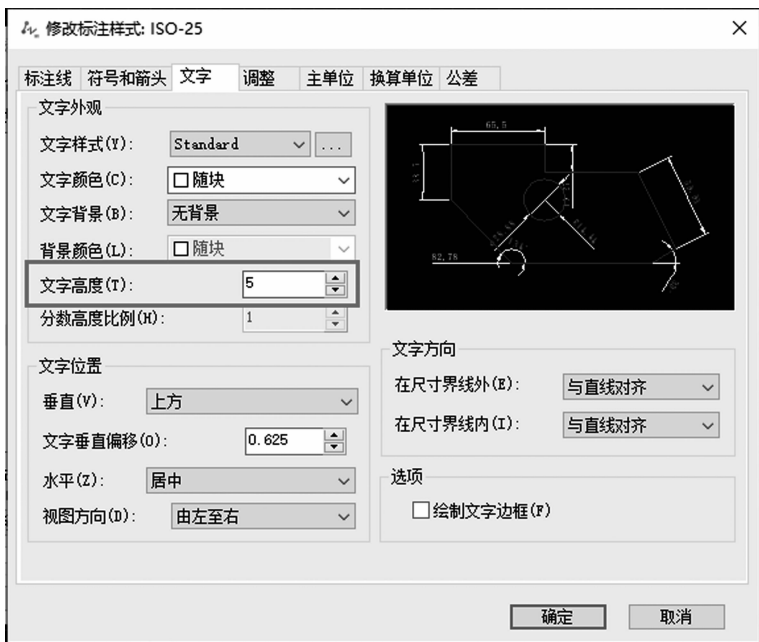

图 1-2-37
(3)在“文字”选项卡中修改文字高度,单击确定按钮,完成文字高度修改,如图 1-2-37 所示。